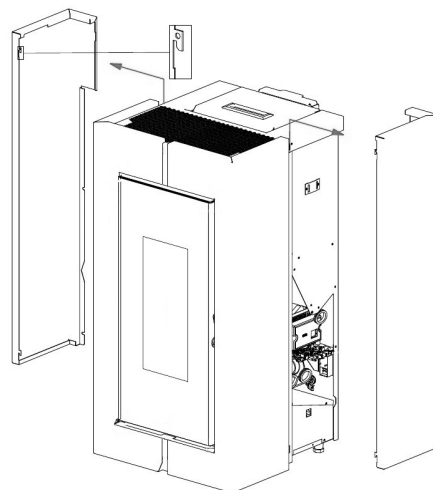

Fig. 53 - Desenganche las paredes laterales
- Desenganche las paredes laterales traseras (ver **Fig. 53**).